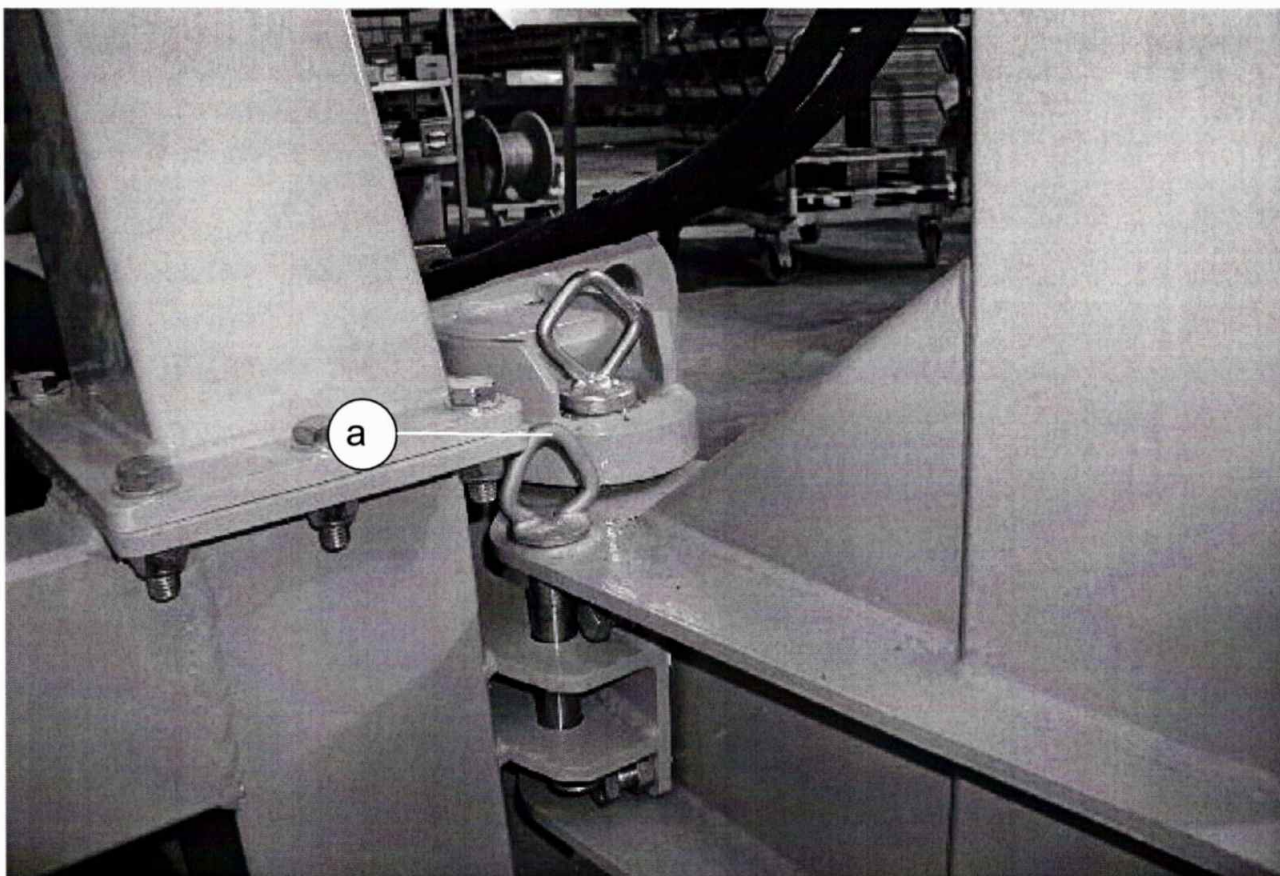

fig. 4.2.9
- 3) inserire la spina di bloccaggio come indicato dal particolare (a) di fig. 4.2.9.